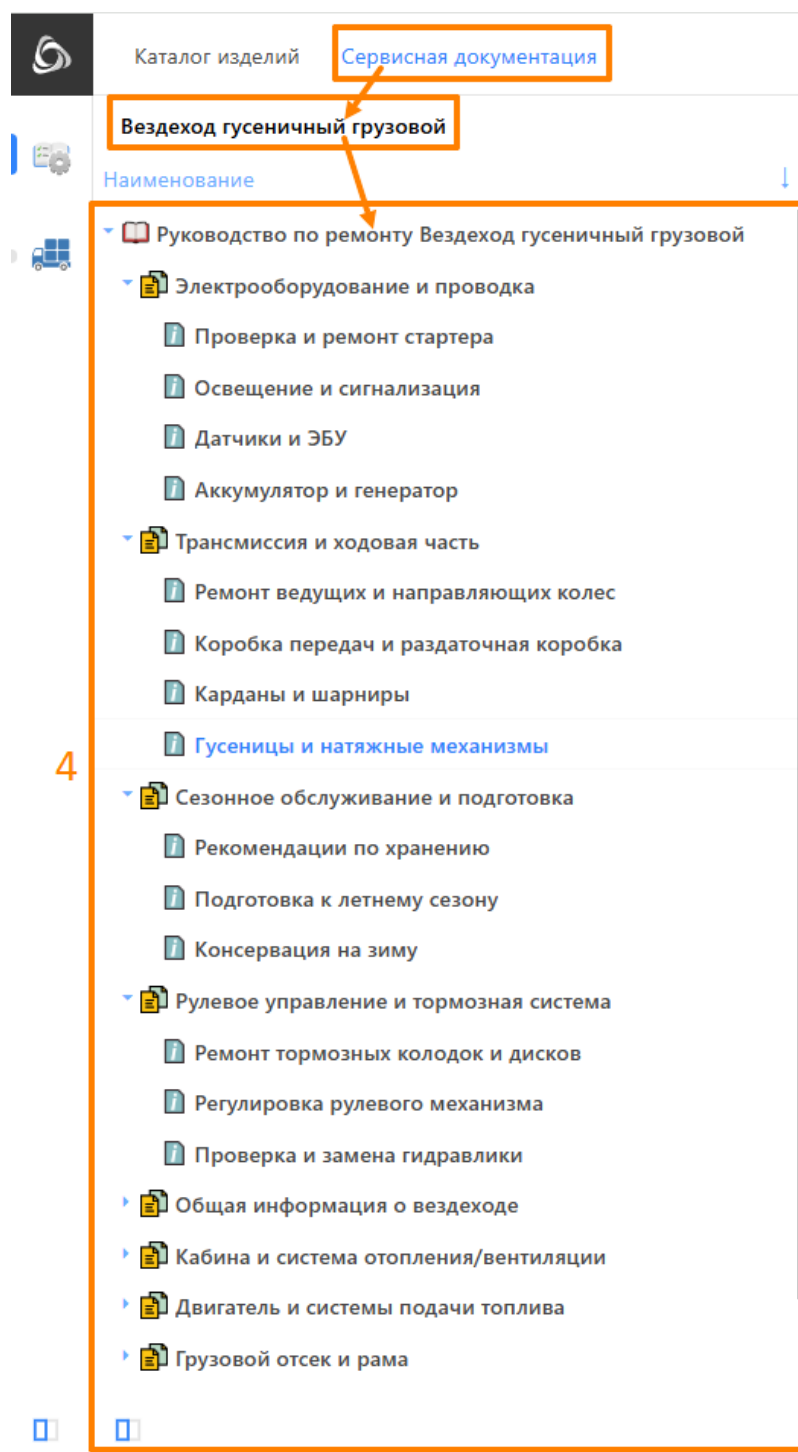

Рисунок 23 – Открытие раздела «Сервисной документации» и выбор в нем объекта
4. Открытие разделов «Сервисной документации» и выбора в нем объекта (Рисунок 23).